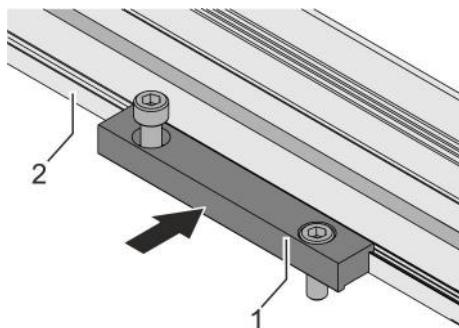

Fig. 12: Colocar regletas de sujeción
1. ➤ Coloque las regletas de sujeción (Fig. 12/1) en la ranura del perfil guía.
En función de la longitud de la unidad lineal, será necesario colocar 2 o más regletas de sujeción en cada lado del perfil guía (Fig. 12/2).